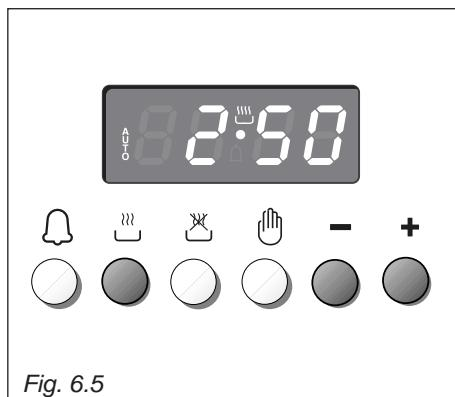

Fig. 6.5
1. Déterminer le temps de durée de la cuisson en pressant le poussoir et le poussoir pour avancer, ou pour revenir si le temps désiré a été dépassé (fig. 6.5). La légende AUTO et le symbole s'allumeront.